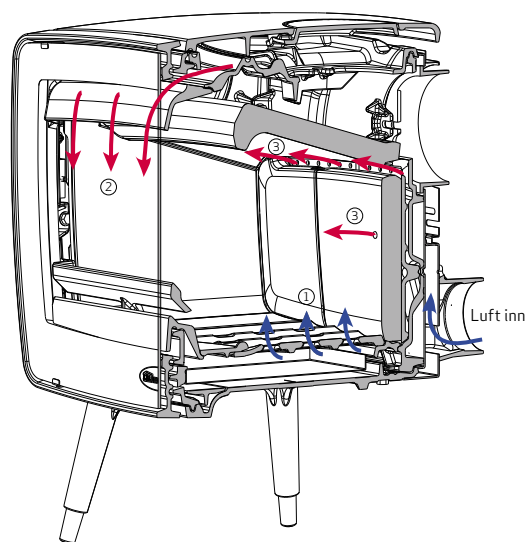
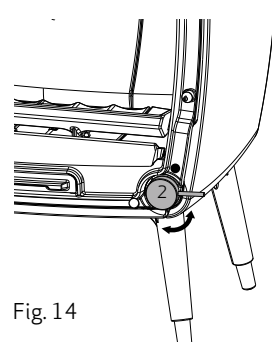

Fig. 12 Prinsippskisse av forbrenningslufttilførselen til brennkammeret.
Fig. 14
2. Luftspyling glass. Sekundærluften forvarmes og spylar glassene for å redusere sotbelegget. Med den progressive sekundærregulatoren reguleres varmeeffekten. Stenges denne regulatoren for mye øker nedsotingen av glassene. Se fig. 14.
Fig. 14 Sekundærlufttilførsel. Denne bør stå åpen under hele fyringsperioden dersom skorkestrekken er normal. Kan stenges noe dersom de stedlige trekkforhold tillater dette. Se under skorkestrekk.
Når regulatoren (1) er stengt bør regulatoren (2) fig. 14 stå i åpen stilling (lukkes litt dersom skorsteinstrekken er over det anbefalte). Trekkventilen sørger for luftspyling nedover glassene og gir lufttilskudd til forbrenningen. Se fig. 12. Den faste lufttilførselen (3) for etterbrenning (CB-teknikk) kommer inn i underkant bak i peisovnen og ut i underkant røykleiderplate (hvelvplate). Se fig. 12.